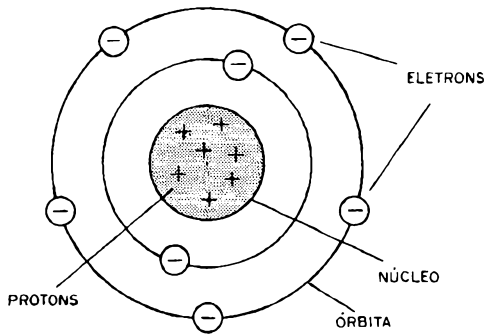

Figura 1
Como já dissemos, os elétrons giram ao redor do núcleo do átomo em órbitas praticamente elípticas em cada uma das quais e segundo a sua proximidade em relação ao núcleo, só pode existir um número máximo de elétrons. A órbita mais próxima do núcleo, chamada órbita K, é ocupada por dois elétrons no máximo; a segunda (L) pode conter até 8; na terceira (M), 18; na quarta, 32 ... Desta forma, o átomo do elemento químico nitrogênio, que contém 7 elétrons, dispõe de 2 órbitas, existindo 2 elétrons na primeira e 5 na segunda, isto é, os elétrons vão "enchendo" as órbitas até a sua máxima capacidade, iniciando pela primeira, justamente a órbita mais próxima ao núcleo. Na figura 1 é mostrada a estrutura do átomo de nitrogênio comentado onde as órbitas são representadas sob a forma circular para efeito de simplificação.